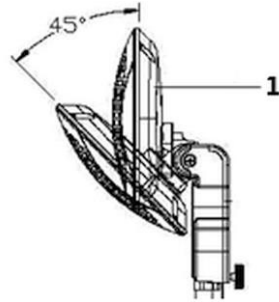

Abb. 6
- Bevor Sie den Neigungswinkel verstellen (Abb. 6), schalten Sie das Gerät aus und lassen Sie es 15 Minuten abkühlen.